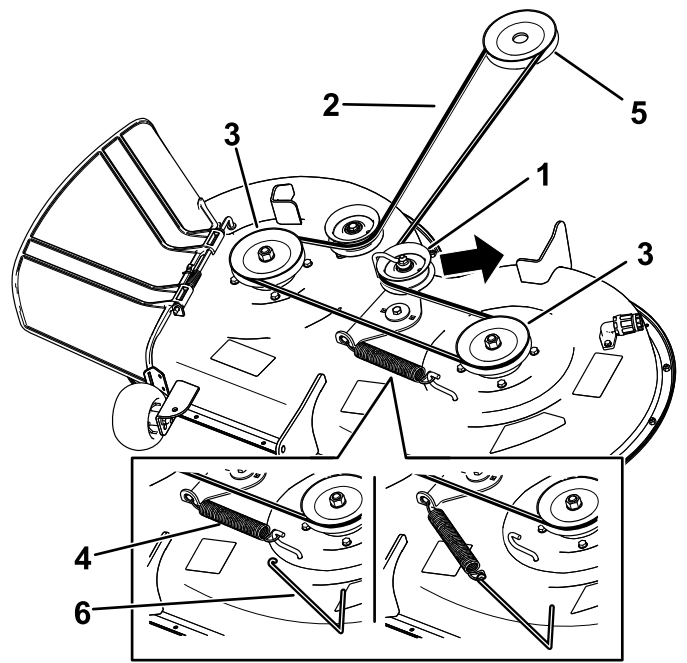

Figure 50
- 6. À l'aide d'un outil de dépose de ressort (réf. Toro 92-5771), décrochez le ressort du crochet sur le tablier pour détendre la poulie de tension et déchaussez la courroie des poulies (Figure 50).
- 7. Acheminez la courroie neuve autour de la poulie du moteur et des poulies du tablier de coupe (Figure 50).
- 8. À l'aide d'un outil de dépose de ressort (réf. Toro 92-5771), accrochez le ressort au crochet situé sur le tablier, afin d'exercer une tension sur la poulie de tension et la courroie du tablier de coupe (Figure 50).